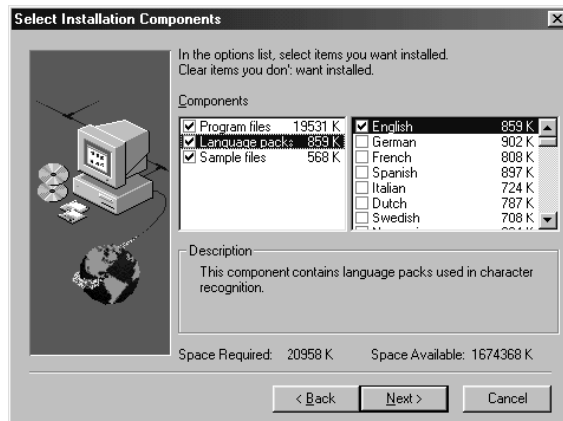

Figure 15 : Sélection des langues
7. Cliquez sur les 'Language packs' pour pouvoir sélectionner les langues (voir figure 15).